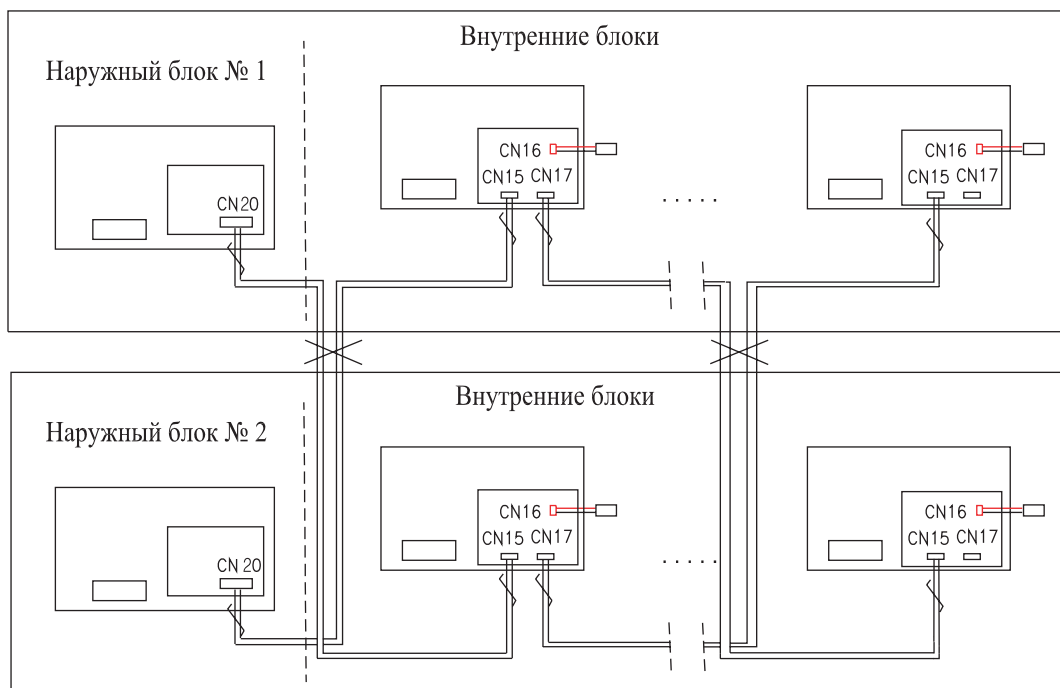

Рис.5.11 — Неправильная схема прокладки кабеля управления
5.7.3 Наружный и внутренние блоки коммутируются последовательно между собой кабелями управления в соответствии со схемой коммутации рис.5.11
5.7.8 Перекрестная прокладка кабеля управления при подключении блоков нескольких систем не допускается (см. рис. 5.11) .